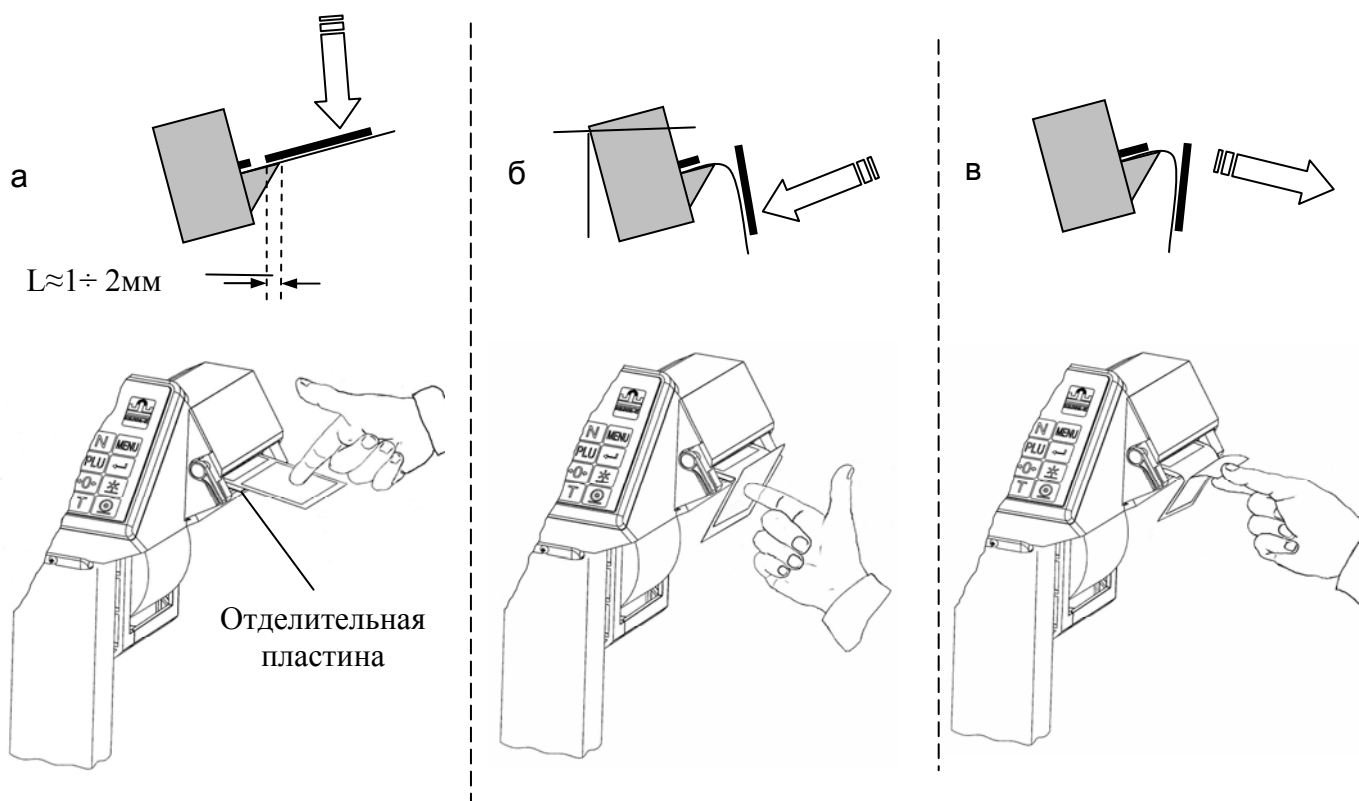

Рис. 7. Отделение этикетки в весах без узла подмотки (весы ВПМ_Ф, ВПМ_Т)
- после печати край этикетки остановится над отделительной пластиной (Рис. 7 а);
- легким нажатием указательного пальца отклонить этикетку вниз вместе с лентой (Рис. 7 б). Край этикетки отделится от ленты;
- снять этикетку с ленты, удерживая ее за верхний край большим и указательным пальцами (Рис. 7 в).
- 3 Если край этикетки не отделяется при нажатии или отделяемый край слишком мал, то необходимо откорректировать место остановки этикетки. Рекомендованное место остановки, когда край этикетки не доходит до конца отделительной пластины на 1÷2 мм (см. Рис. 7 а).
Параметр важен при ручном отделении этикеток. Удобное отделение этикетки обеспечивается, когда расстояние L между концом этикетки и краем отделительной пластины после распечатки составляет $1 \div 2$ мм (Рис. 7 а). Изменение L достигается кнопками  ,  , при этом, на печатающем устройстве, заметно перемещение этикетки.